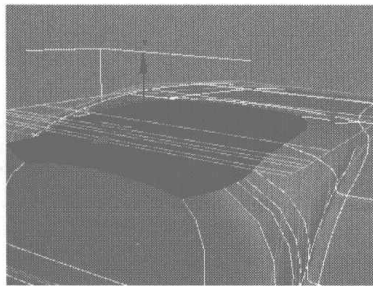
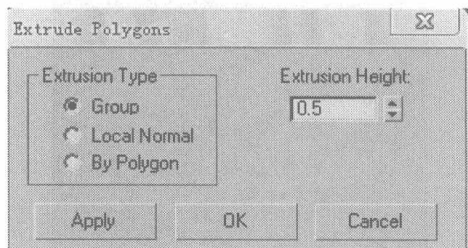

图 6.236
图 6.237
- 06 选择如图 6.236 所示的面，在 Edit Polygons 卷展栏中单击 **Extrude** 右侧的小按钮，在弹出的对话框中设置挤压参数，如图 6.237 所示。